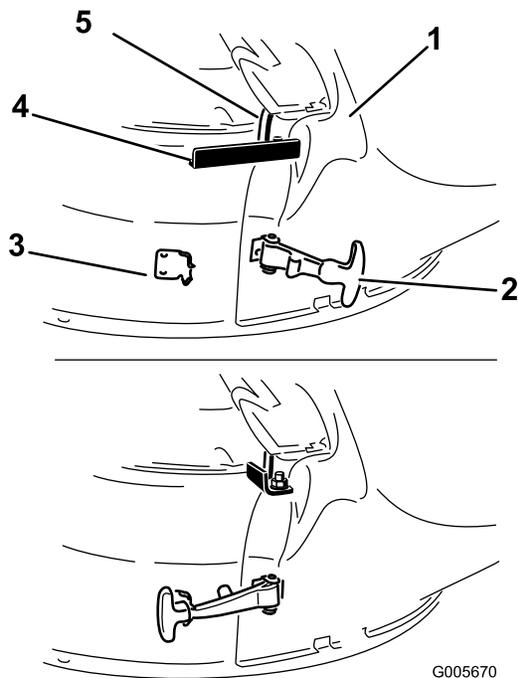

Figure 22
- Fixez l'éjecteur au plateau. Accrochez le verrou flexible de l'éjecteur à la gâche de retenue soudée sur le plateau de coupe, à l'arrière de l'ouverture (Figure 22). Fixez le crochet de retenue sur la tige de pivot pour fixer l'éjecteur en position.